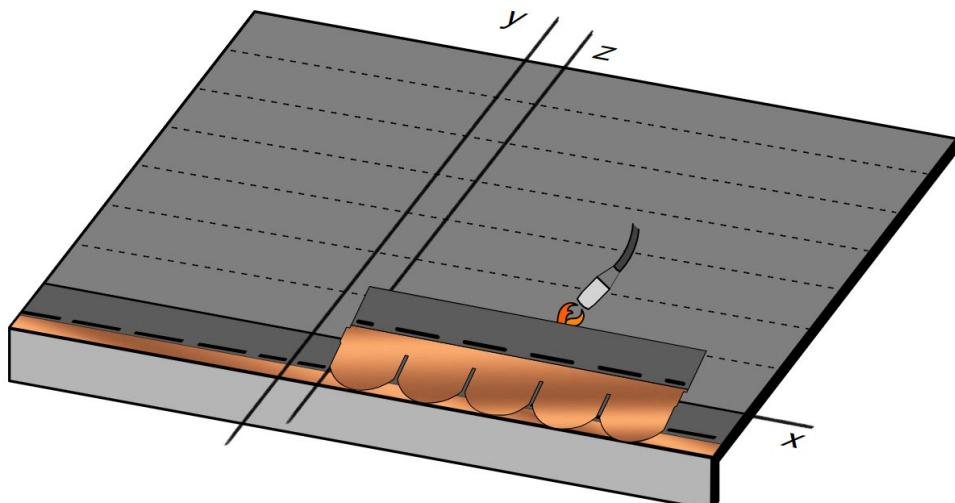

Fig. 17 - Installazione prima fila di tegole a fiamma
- Procedere con la posa della prima fila di tegole: allineare il bordo laterale della prima tegola sulla verticale **z** e il bordo superiore sull'orizzontale distante 14,5 cm da **x** – vedi Fig. 17. Fissare la tegola alla membrana usando la fiamma del cannetto e sollevando la parte superiore della tegola con apposito strumento, Fig. 17. Le pastiglie autoadesive fisseranno le faldine delle tegole della prima fila alle tegole sottostanti della fila di partenza. Procedere con la posa di tutte le tegole della fila.